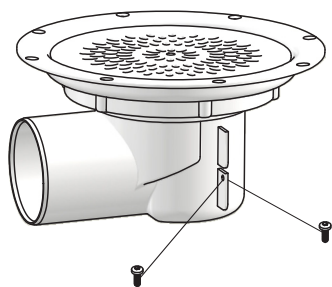

Fig. 1a
1. Sluket plasseres i rett høyde. For enklere montering kan støtteben benyttes. (Fig. 1a og 1b). For sluk med bunnutløp og sideutløp.